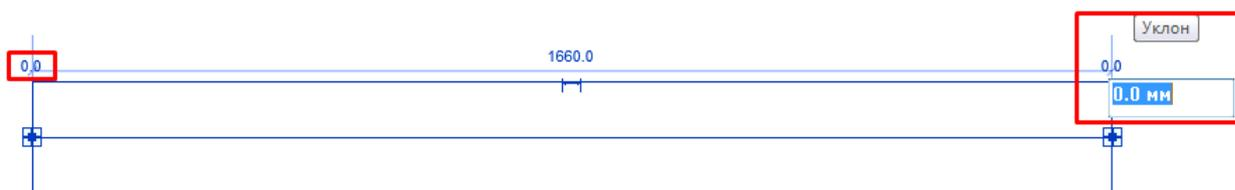

Рисунок 4.4 Изменение угла наклона трубы
2. Щелкните элемент управления отметкой на каждом конце трубы (рисунок 4.4), введите значение смещения выше или ниже исходного значения и нажмите клавишу Enter.